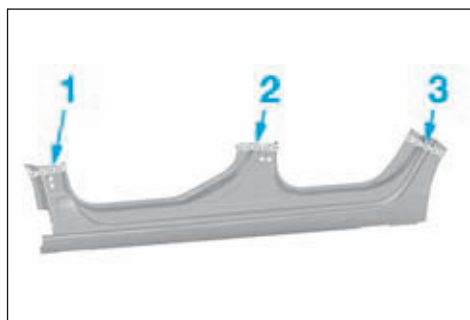

FIG.109
- Tracer puis découper en (1), (2) et (3) (Fig.109).